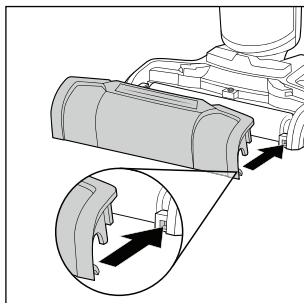

Fig. 41
- ♦ Volte a montar a proteção contra salpicos **7**, posicionando-a primeiro nas fixações no pé **3** (ver fig. 41).